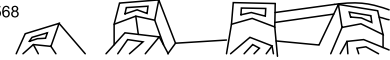

Figure 13
2. Lorsque le levier de commande de déplacement est désengagé, vérifiez la goupille dans la fente allongée à gauche de la machine, au-dessus du pneu (Figure 13). L'avant de la fente et le bord avant de la goupille doivent être distants de 6 mm (1/4 po). Si un réglage est nécessaire, voir Réglage du câble de déplacement (page 18).